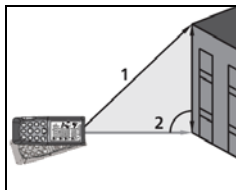

Fig. 9: Esecuzione misura Indiretta a 2 punti
3. Posizionare lo strumento nel punto più alto (1) della misura (vedere Fig. 9) e premere il tasto o il tasto laterale **MEAS** per eseguire la misura. Il risultato è mostrato nel primo display parziale. Il simbolo "" è mostrato a display con lato "2" lampeggiante
4. Posizionare lo strumento nel modo più orizzontale possibile (2) della misura (vedere Fig. 9) e premere il tasto o il tasto laterale **MEAS** per eseguire la misura. Il risultato è mostrato nel secondo display parziale
5. Il valore finale del risultato (ottenuto come $\sqrt{(1)^2 - (2)^2}$) è mostrato nel display risultante